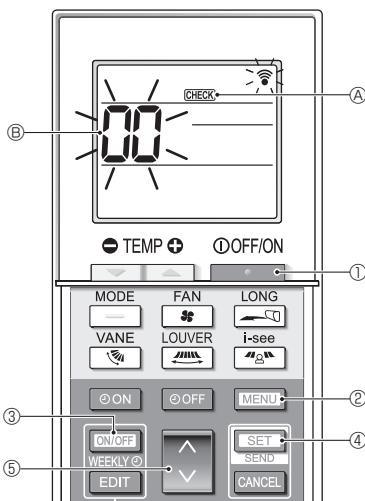

Fig. 7-6
7.3.2. Per il regolatore a distanza senza fili (Fig. 7-6)
- Premere il pulsante ① per arrestare il condizionatore d'aria.
- Se il timer settimanale è attivo (WEEKLY è acceso), premere il pulsante ③ per disattivarlo (WEEKLY è spento).
- Premere il pulsante ② per 5 secondi.
- ④ si accende e l'unità entra in modalità di controllo automatico.
- Premere il pulsante ⑤ per selezionare l'indirizzo del refrigerante (indirizzo M-NET) ⑥ dell'unità interna per la quale si desidera eseguire il controllo automatico.
- Premere il pulsante ④.
- ④ e l'indirizzo del refrigerante (indirizzo M-NET) ⑥ si spengono e il controllo automatico è completato.